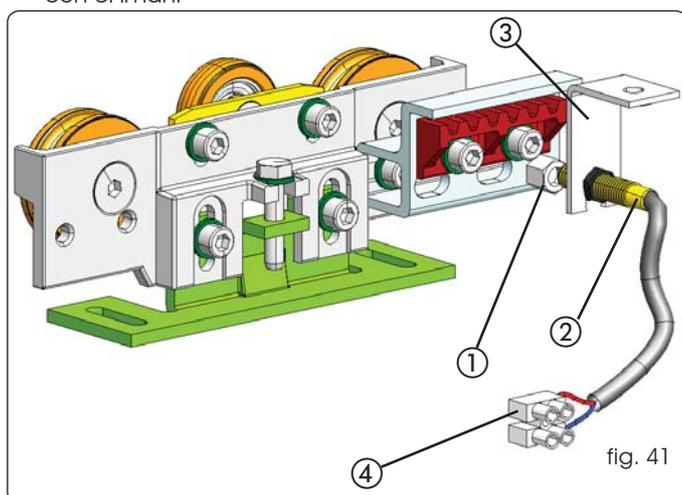

fig. 41
El sensor de vigilancia es un accesorio (sensor magnético), al cual puede conectarse un relé, mediante el específico conector (fig. 41 ref. ④), para tener el estado de puerta cerrada/puerta no cerrada (p.ej. para conectar un sistema de alarma).
- Atornille el imán en el carro más cercano al tope de cierre, utilizando el orificio roscado presente en el enganche correa (fig. 41 ref. ①).
- Ensamble el sensor a la brida (fig. 41 ref. ②) utilizando las tuercas de plástico específicas. Introduzca una placa roscada en los alojamientos del perfil de sostén y monte la brida utilizando los correspondientes tornillos (fig. 41 ref. ③); compruebe que con la hoja cerrada el sensor coincida con el imán.